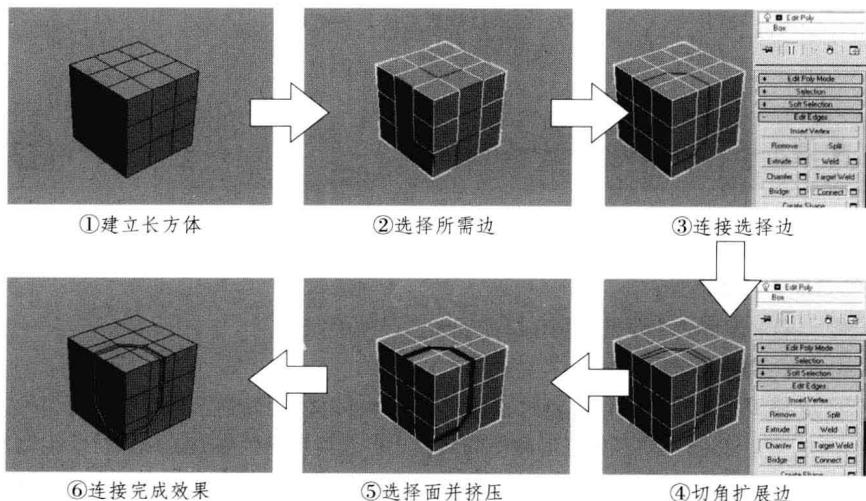

图3-6 循环连接总流程（步骤）图
四、制作流程及技巧分析 制作本例时，建立一个立方体并切换至边模式，选择需要连接的边，然后使用连接工具将选择的边进行循环连接，得到围绕的多边形面效果。本例分为6个制作总流程（步骤）：①建立长方体、②选择所需边、③连接选择边、④切角扩展边、⑤选择面并挤压、⑥连接完成效果，见图3-6。